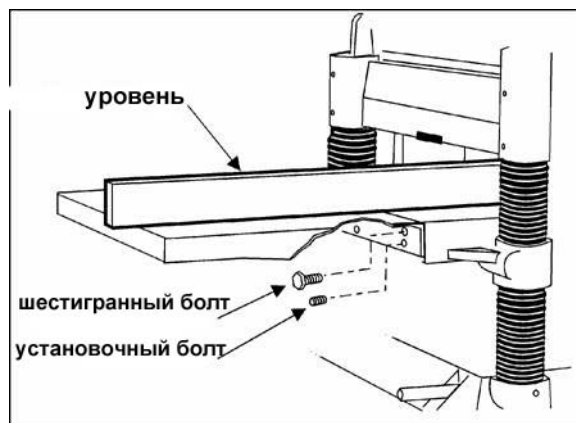

Рис. 9
1. При помощи трёх шестигранных болтов М8х25 (Рис. 9) и гаечного ключа 12 мм прикрепите удлинения стола к основному столу. Не затягивайте болты до конца.